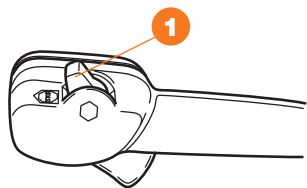

Рис. 9
- Установите выключатель зажигания двигателя ❶ на ручке управления в положение запуска «START» (Рис. 9).
- Переведите выключатель зажигания  в положение «STOP» (Рис. 9).